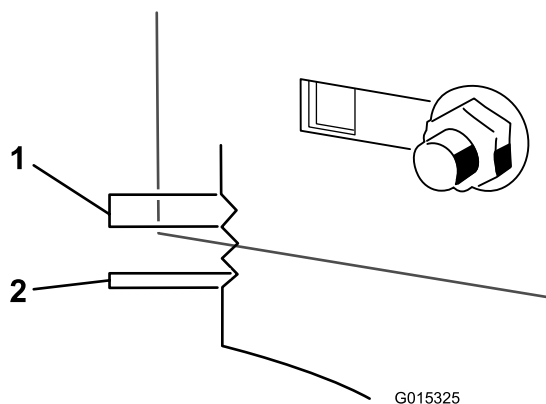

Figura 55
- Utilice las muescas del soporte soldado para medir la cantidad de ajuste. Cada muesca completa equivale a 0,25 pulgadas, y un solo lado equivale a 0,125 pulgadas (Figura 55). Ajuste la carcasa de corte a la altura deseada.